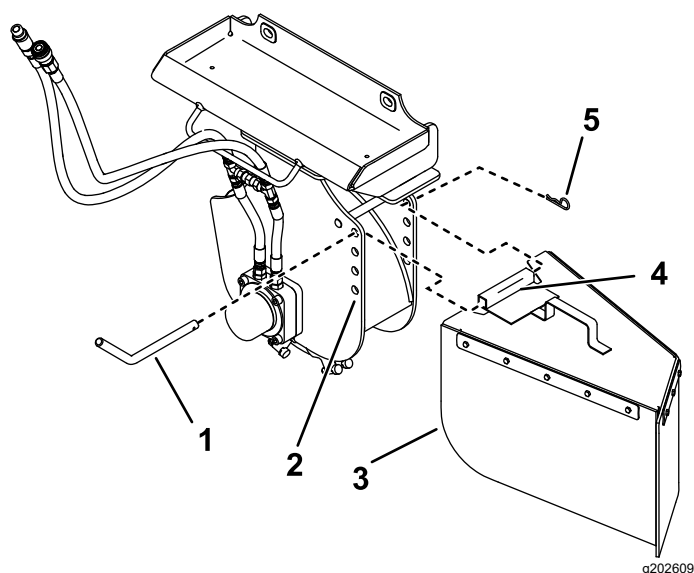

Figure 10
La rogneuse de souches comprend 4 jeux de trous permettant le montage du pare-copeaux (Figure 10). Remontez le protecteur (trous supérieurs) pour rogner au ras du sol et baissez-le (trous inférieurs) pour broyer les souches plus hautes. Montez le pare-copeaux comme suit :
1. Placez le tube de montage sur l'écran de protection, entre 2 trous de la rogneuse (Figure 10).
2. Insérez la broche de l'écran de protection dans les trous de la rogneuse et le tube de montage (Figure 10).
3. Fixez la broche avec une goupille fendue (Figure 10).